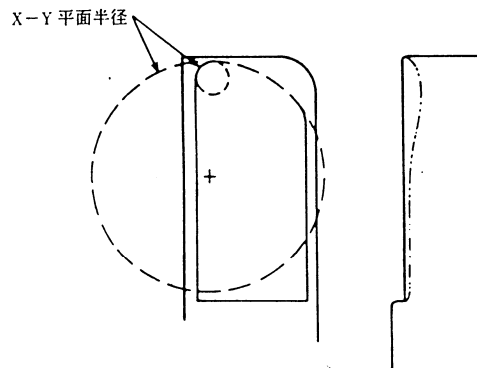

図6
6.1.5 リード先端は、リード平坦面の x-y 面上で、測定時、最高 0.15 mm (0.006") の半径を有するものとする (図6参照)。